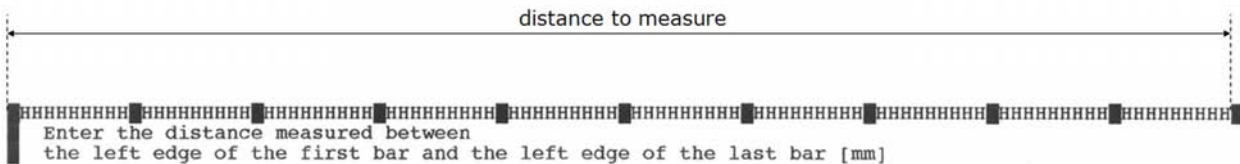

Abbildung 20: Encoderkalibrierung Referenzdruck
Bitte verändern Sie die Kalibrierung immer nur in kleinen Schritten und geben Sie immer nur tatsächlich gemessene Werte. (siehe Abbildung 20).
- Messen Sie den Abstand zwischen dem linken Rand des ersten und dem rechten Rand des letzten Balken auf dem Referenzdruck (siehe Abbildung 20).